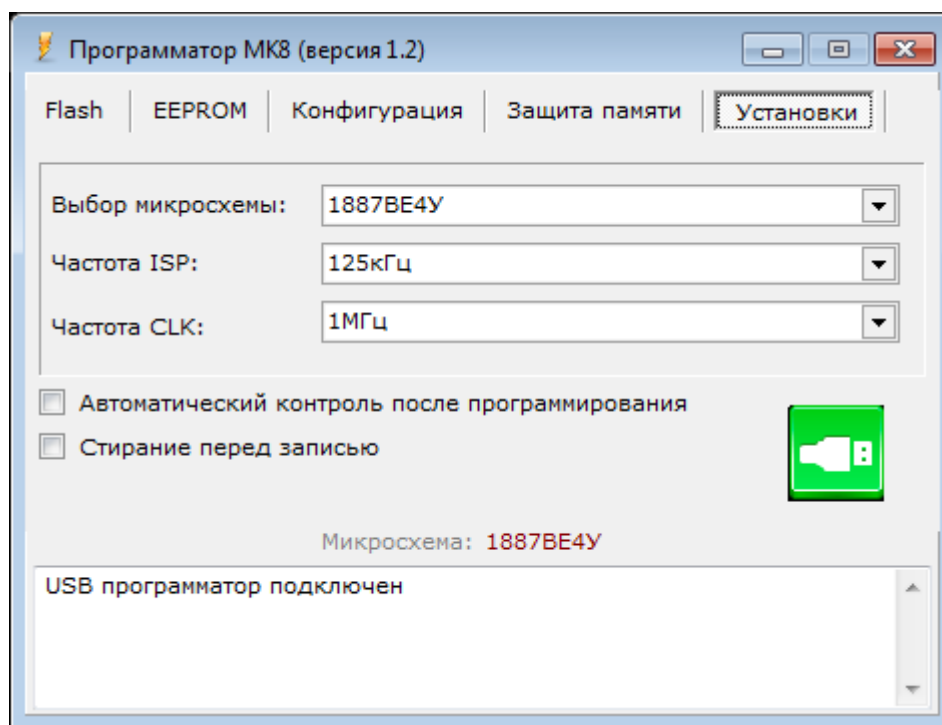

Рисунок 5 – Программное подключение выполнено успешно
5.7 В случае успешного программного подключения кнопка подключения USB программатора поменяет красный цвет на зеленый и в информационном поле появится соответствующее сообщение: “USB программатор подключен” (см. рисунок 5).